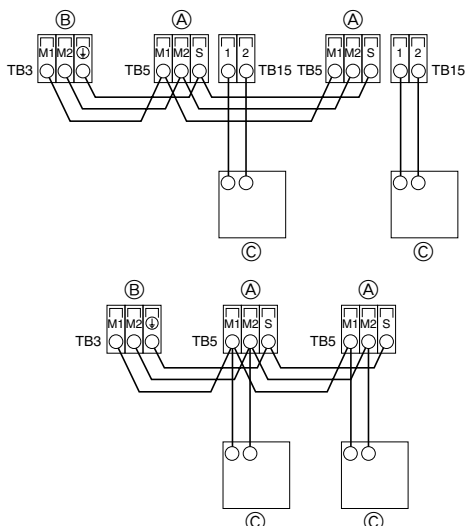

Fig. 4-2
4.2. Ligação dos cabos de transmissão do controlo remoto e das unidades interior e exterior (Fig. 4-2)
① Controlo remoto MA
② Controlo remoto M-NET
- (A) Bloco terminal do cabo de transmissão da unidade interior